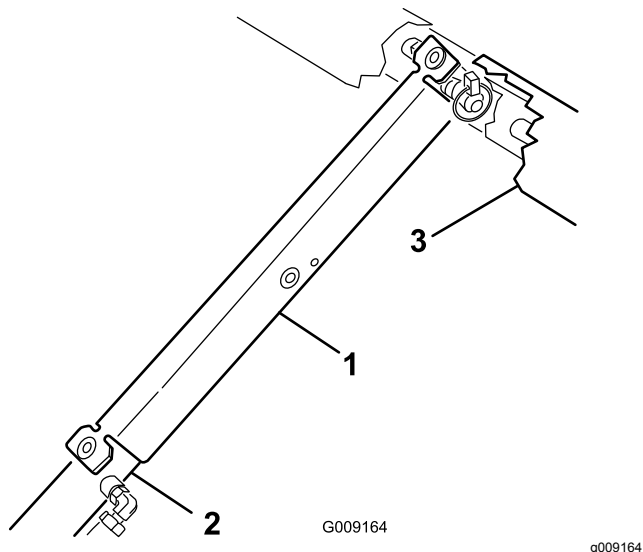

Рисунок 98
9. Поместите опору кузова на шток гидроцилиндра, проследив, чтобы концевые лепестки опоры опирались на торец корпуса гидроцилиндра и на торец штока гидроцилиндра подъема (Рисунок 98).